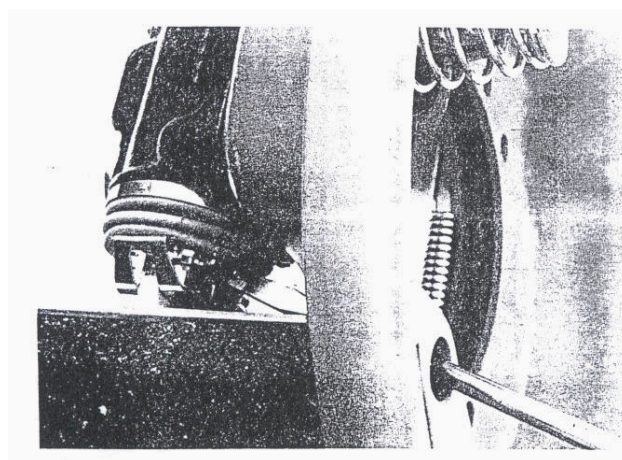

Рис. 2-9 Схема регулирования тормозного цилиндра в сборе
Винт №3 на рисунке 2-7 може избежать вращения и выпадения поршней, под внешним усилием регулировочный болт №10 может вращаться вокруг поршня, в случае когда его отрегулировать, то следует использовать карту пылезащитного кольца (см. рис. 2-9), чтобы заклинивать регулировочный болт.
Зазор между тормозной колодкой и тормозным барабаном должен в пределах $0.25\text{mm} \sim 0.5\text{mm}$ по проектному требованию. Когда зазор не соответствует требованиям, то следует использовать отвертку для принудительного регулирования регулировочных болтов на двух концах тормозного цилиндра в сборе (см. №10 на рисунке 2-7, рисунок 2-9), чтобы тормозная колодка находилась в состоянии нормальной работы.
2) И наблюдать положение болтов на стороне регулирования карманным фонарем, и брать внешние зубья регулировочных болтов однодолотчатой отверткой (см. рис. 2-9), чтобы зазор между тормозной колодкой и тормозным барабаном уменьшился до 0.25mm. с помощью щупа толщиной 0.25mm проверить соответствие зазора требованиям.